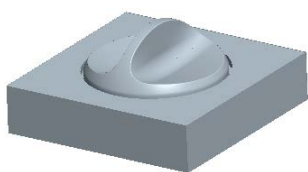

图 11.8 着色后的下半部分体积块
Step5. 在“体积块分割”操控板中单击 **体积块** 按钮，在“体积块”界面中单击 **1** ☒ **体积块_1** 区域，此时模型的下半部分变亮，如图 11.8 所示，然后在选中的区域中将名称改为 LOWER_MOLD_VOL；在“体积块”界面中单击 **2** ☒ **体积块_2** 区域，此时模型的上半部分变亮，如图 11.9 所示，然后在选中的区域中将名称改为 UPPER_MOLD_VOL。